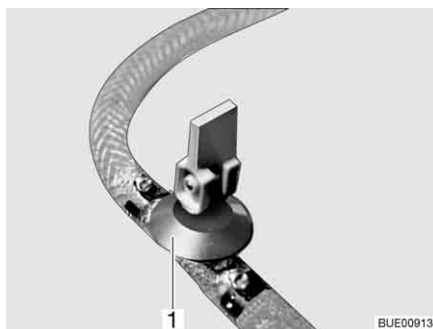
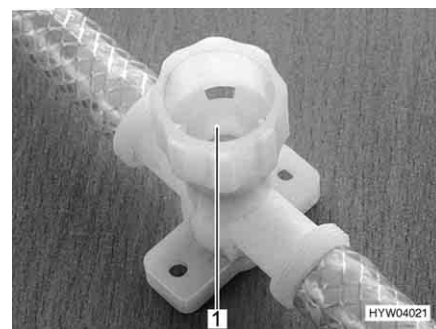

Fig. 242 Llave de desagüe (con balancín)
Fig. 243 Llave de desagüe (con tapa giratoria)
- Cerrar todas las llaves de desagüe. Para esto, poner el balancín de la llave de desagüe (Fig. 242,1) en posición horizontal o girar la tapa de la llave de desagüe (Fig. 243,1) en el sentido de las agujas del reloj.